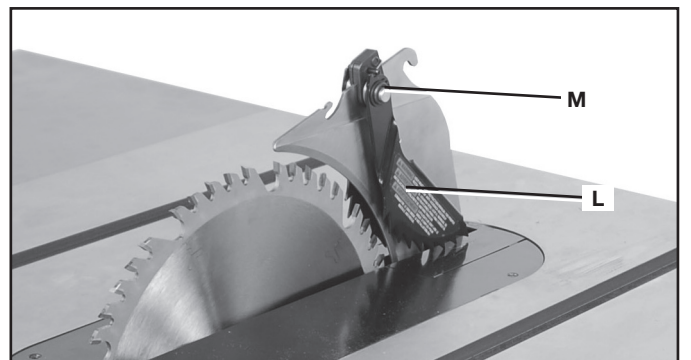

FIG. 11
2. Deslice el ensamblaje del dispositivo de antirretroceso (L) a lo largo de la parte superior del hendedor, hasta que el vástago (M), Fig. 11, encaje en la ranura de la parte superior del orificio de montaje.
3. Oprima el vástago (M) del ensamblaje del dispositivo de antirretroceso para permitir que el ensamblaje encaje en el orificio (K). Presione hacia abajo el ensamblaje del dispositivo de antirretroceso hasta que quede firme en su lugar y quede bloqueado.
4. **Para retirar el ensamble anti-rebote:** Presione sobre el vástago (M) Fig. 11 del ensamble anti-rebote y tire de él para separarlo de la cuchilla.